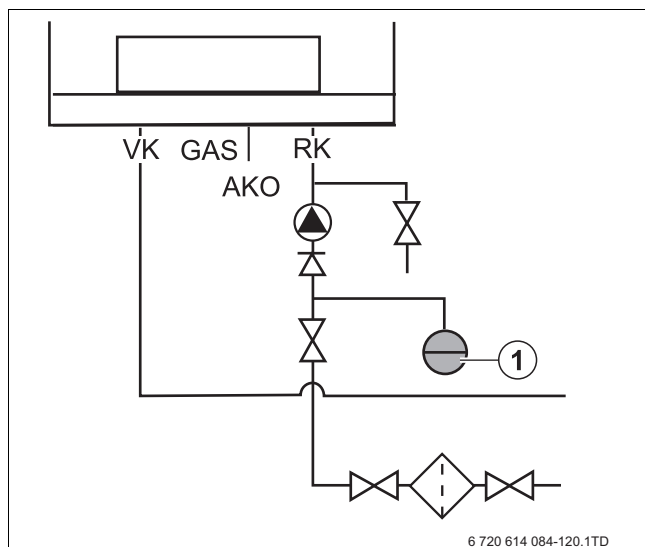

Bild 18 Anschluss Ausdehnungsgefäß ohne Weiche
- Ausdehnungsgefäß [1] im Rücklauf Heizgerät anschließen (→ Bild 18).